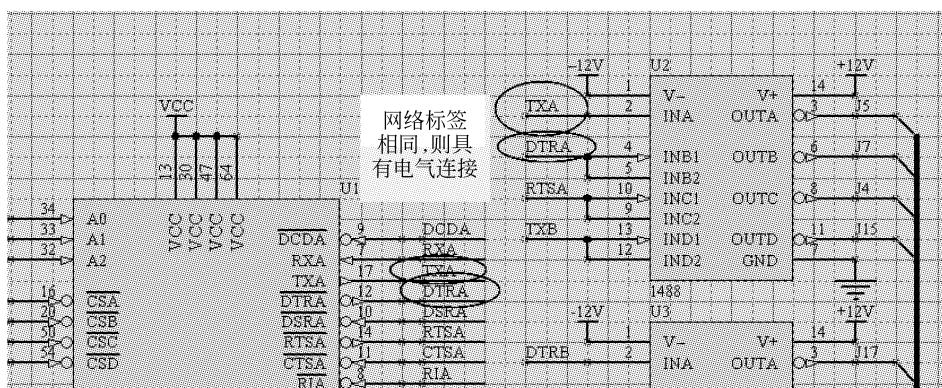

图 3-4 网络标号
(5) 网络标号：网络标号和端口功能相似，通过网络标号也可以建立电气连接。图 3-4 所示为一个原理图中采用的一个网络标号，在该图中如果在不同地方出现了两个 TXA，则这两个 TXA 所代表的电路具有电气连接。在原理图中网络标号必须附加在导线、总线或者元件管脚上。在今后的原理图绘制中读者将会看到网络标号的存在。